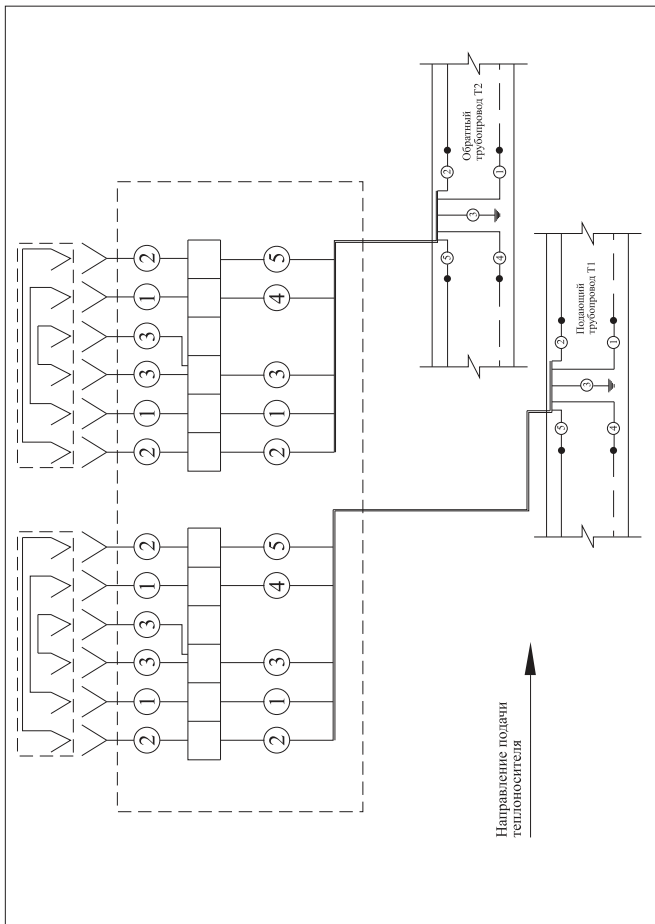

Рис. 4 Соединение одной двухтрубной системы ОДК
Подключение терминала к системе оперативного дистанционного контроля производить в соответствии с монтажной (Рис. 6) и электрической схемой (Рис. 4, Рис. 6).
5. При помощи отвертки зафиксировать провода в клеммной планке **3**. Порядок соединения проводов указан на электрических схемах – **Рис. 4, Рис. 5**.
6. Для соединения системы ОДК монтаж проводников внутри терминала осуществлять по электрической схеме **Рис. 4**, а в разъем **2** установить перемычки наружные **10**.
9. Установить провода в клеммную планку **3** на прежнее место ( в соответствии с электрической схемой - **Рис. 4** или **Рис. 5**).
10. При необходимости соединения системы ОДК в терминале - коммутацию проводников проводить по электрической схеме **Рис. 4**.